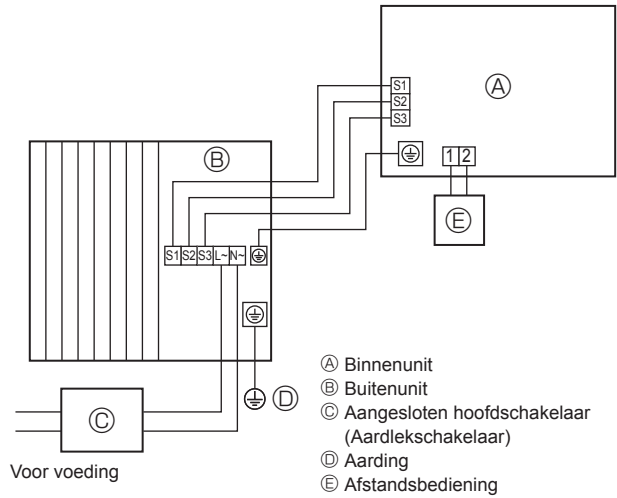
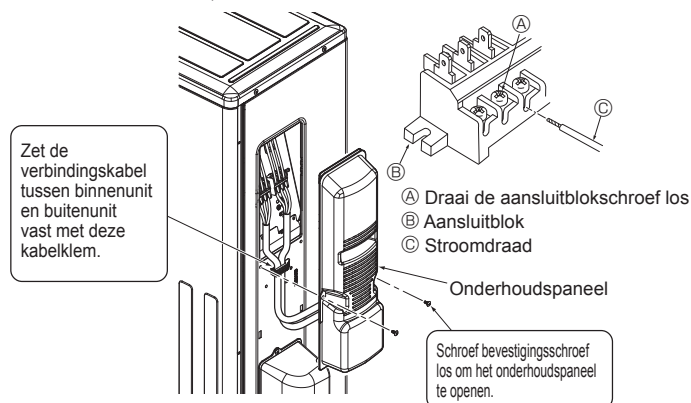

Fig. 6-1
Fig. 6-3
### 6.1. Buitenunit (Fig. 6-1, Fig. 6-2, Fig. 6-3)
- ① Verwijder het onderhoudspaneel.
- ② Sluit de kabels aan volgens Fig.6-1, Fig.6-2 en Fig. 6-3.